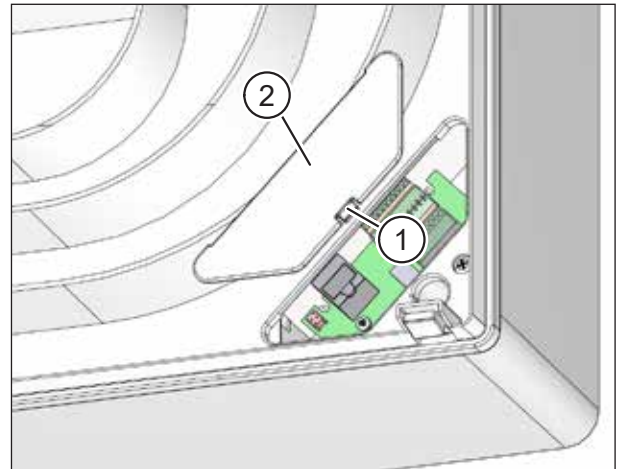

Abb. 22: Netzwerkdeckel abnehmen
- ▶ Drücken Sie den Rasthaken (Pos. 1 in Abb. 22) des Netzwerkdeckels (Pos. 2 in Abb. 22) leicht zur Gerätemitte und heben Sie den Netzwerkdeckel ab.